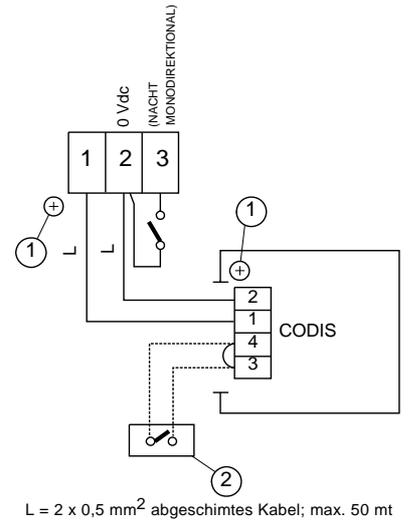

Abb. 14
- Anschluß Programmierereinheit CODIS (Option) gem. Abb. 14
- Als Anschlußkabel einen abgeschirmten 2x0,5mm² Leiter ("Bus"-Kommunikation) verwenden. Die Abschirmung unter den entsprechenden Schrauben befestigen (Abb. 14 - Pos. 1).
- Um den Betrieb der Programmierereinheit CODIS auszuschließen, die Klemmen 3 und 4 mit einem Schalter überbrücken (Abb. 14 - Pos. 2).
- Durch Aktivierung von Eingang 3 (Abb. 14) ist die Betriebsart NACHT bzw. MONODIREKTIONAL im Vergleich zu der auf CODIS gewählten vorrangig. Zur Anwahl der prioritären Betriebsart muß CODIS auf der 3. Ebene entsprechend programmiert werden (Funktion Nr. 2 - s. Abschnitt 8.3). Die Aktivierung des Eingangs kann durch Timer erfolgen.
Bei permanentem Einsatz von CODIS muß die Funktion Nr. 7 auf der 3. Programmiererebene aktiviert werden (s. Abschnitt 8.3). Den elektrischen Anschluß von CODIS gemäß Abb. 14 ausführen. Zur Ausschließung der CODIS Funktion dagegen wie folgt verfahren:
- die Brücke zwischen Klemmen 3 und 4 durch einen Schalter unterbrechen (Abb. 14)